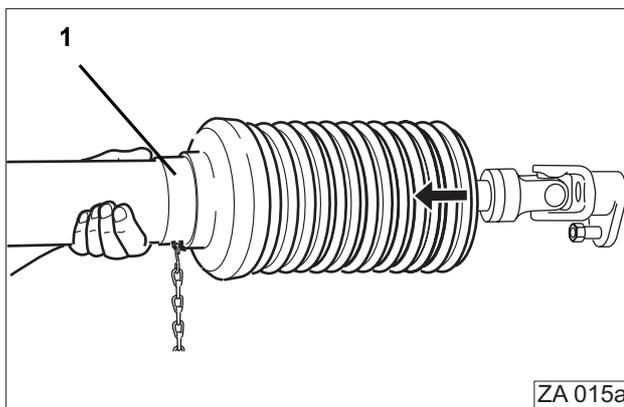

Fig. 13
- Extraer la mitad del tubo protector (Fig. 13/1).